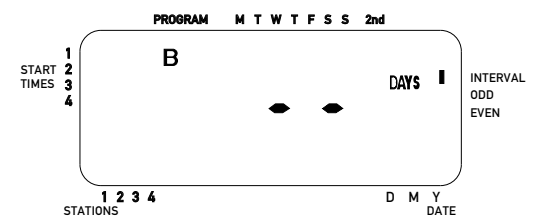

Abbildung 7: LCD-Anzeige mit Bewässerungsintervall
- Drehschalter auf **BEWÄSSERUNGSINTERVALL** stellen. Der Cursor blinkt links von dem Wort Intervall. [Siehe Abbildung 7]